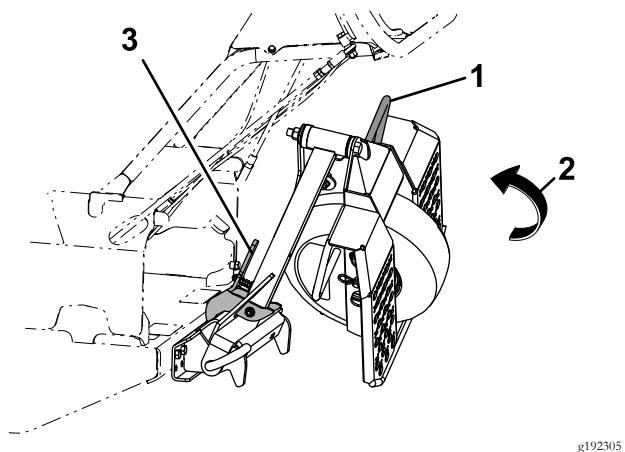

Figura 8
1. Sujete firmemente el asa lateral de la plataforma y eleve la plataforma ligeramente (ver Figura 8).